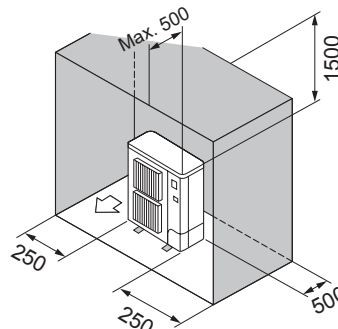

Fig. 2-12
- ⑥ Obstacles uniquement à l'arrière, sur les côtés et au-dessus (Fig. 2-12)